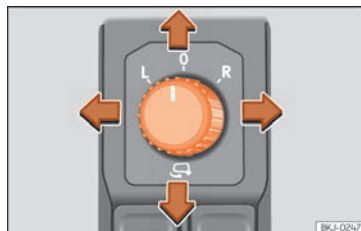

Fig. 148 Commande des rétroviseurs extérieurs.
1. Tournez le bouton rotatif » **fig. 148** en position **L** (**rétroviseur extérieur gauche**).
- Tournez le bouton rotatif »» **fig. 148** en position  pour rabattre les rétroviseurs extérieurs. Pour éviter tout dégât, il est conseillé de toujours rabattre les rétroviseurs extérieurs lorsque vous passez dans une installation de lavage automatique.